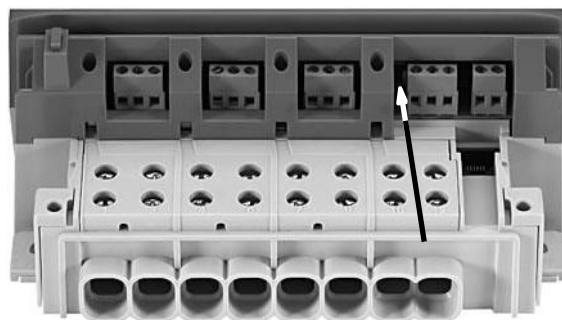

Рис. 6.7 При помощи отвертки прижмите блокировочную защелку верхней крышки в направлении от себя для выхода ее из зацепления и снимите переднюю крышку.
3. При помощи отвертки прижмите блокировочную защелку верхней крышки в направлении от себя для выхода ее из зацепления (см. рис. 6.7).